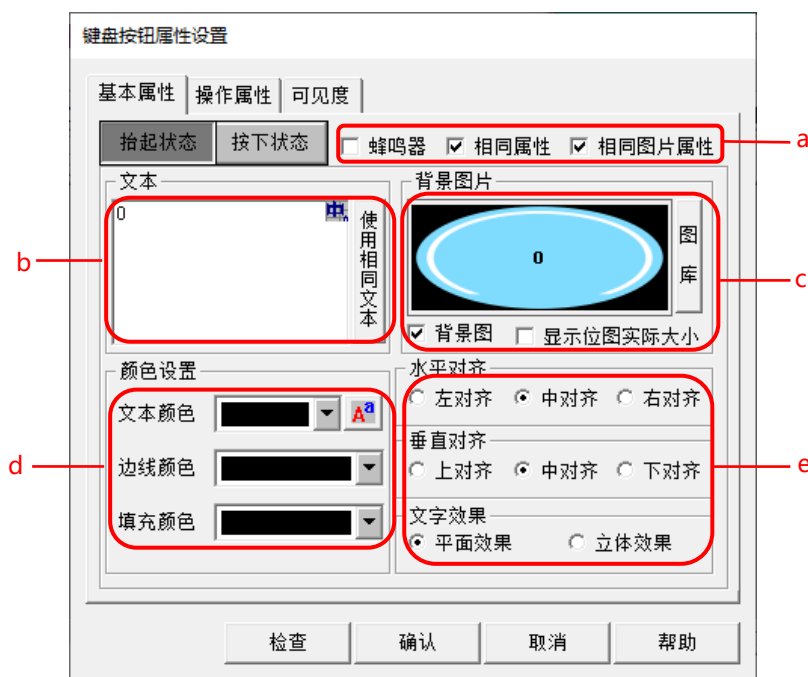

图 2.3-4 键盘按钮外观设置
- ③ 先添加 1 个输入“0”的按钮：双击绘制的键盘按钮构件，在基本属性功能页如图 2.3-4 所示，设置键盘按钮外观；